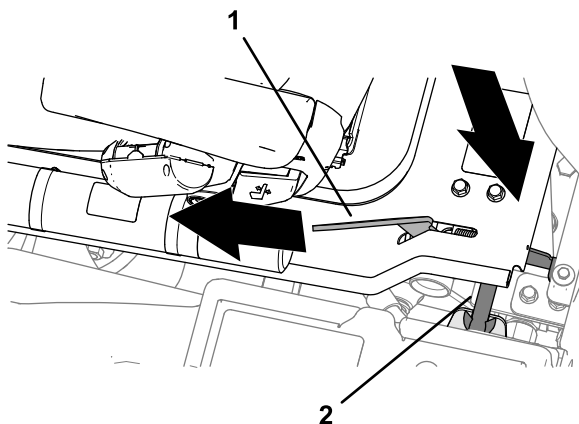

Figura 43
- Quando la piattaforma si è abbassata quasi completamente, spostate la maniglia di fermo della piattaforma (**Figura 43**) verso la parte anteriore della macchina.